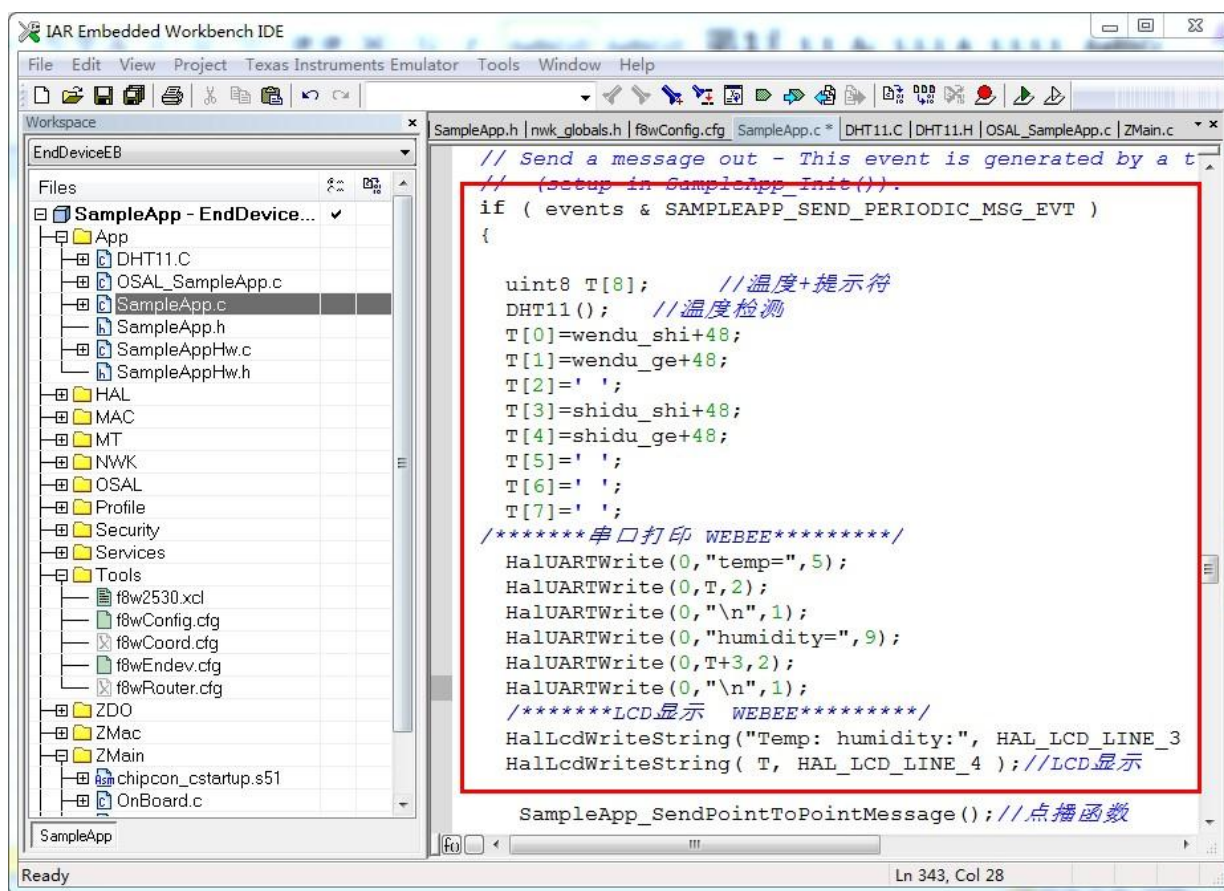

图 3.122
4) 借用周期性点播函数，1s 读取温度传感器 1 次，通过液晶显示和串口打印并点对点发送给协调器。代码如下，如图 3.122 所示：